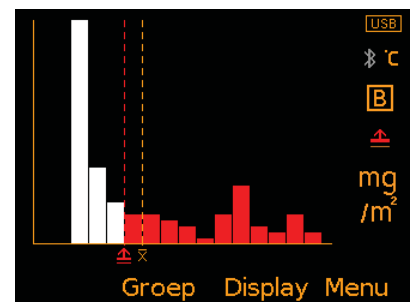

Fig. 6: Overzichtsgrafiek
- **Overzichtsgrafiek (Fig. 6);** Toont een visuele voorstelling van de verspreiding van een zoutverontreinigings-profielmeting in relatie tot het gemiddelde verontreinigingsniveau en de grenswaarde, indien ingesteld.